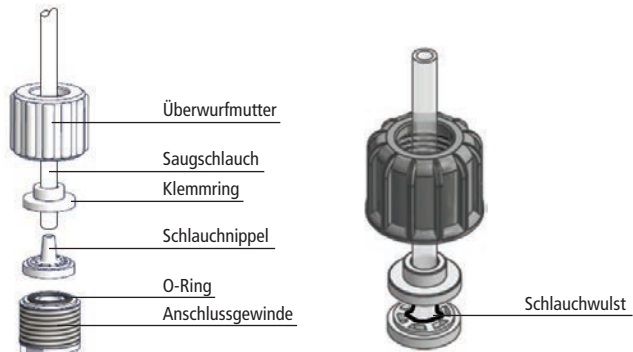

Abb. 3.2 Schlauchanschluss
- Schieben Sie den Schlauch durch die Überwurfmutter und den Klemmring auf den Schlauchnippel, wie in der Abb. 3.2 gezeigt. Achten Sie darauf, dass der Schlauch bis zum Anschlag auf den Schlauchnippel geschoben ist.
Dadurch dass der Klemmring den Schlauch gegen den Konus des Schlauchnippels quetscht, bildet der Schlauch zwischen dem Klemmring und der Dichtfläche des Schlauchnippels eine Wulst (siehe Abb. 3.2). Diese Wulst sorgt dafür, dass der Schlauch fest sitzt und sich aus der Verbindung nicht mehr herausdrücken kann.